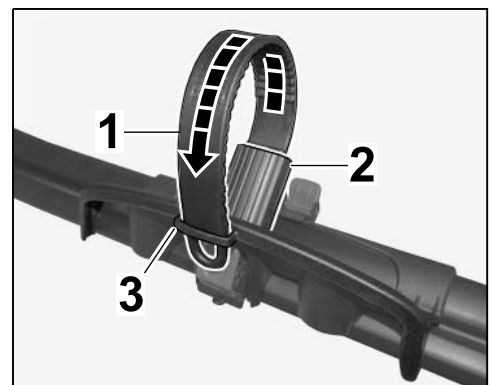

Bild 37 (ohne Fahrrad / Rennrad)
8.2 Spannriemen umlegen und in Lasche Radaufnahme stecken (⇒ Bild 37 (ohne Fahrrad / Rennrad)).